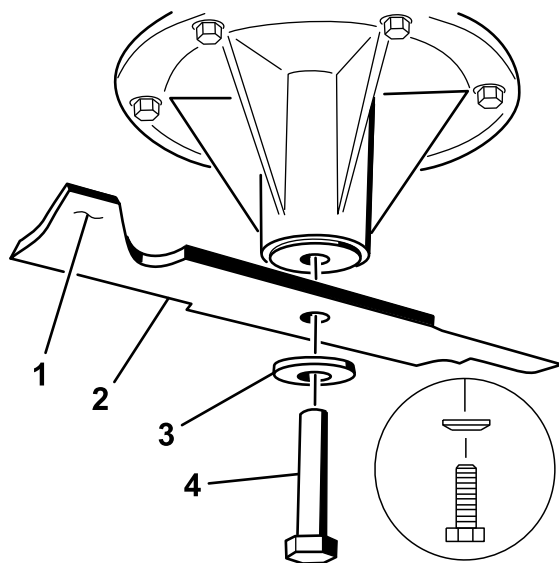

Figure 94
elle est équilibrée et peut être utilisée. Si la lame est déséquilibrée, limez un peu l'extrémité de la partie relevée seulement (Figure 94). Répétez la procédure jusqu'à ce que la lame soit équilibrée.
1. Placez la lame sur l'axe (Figure 94).
2. Installez la rondelle élastique et le boulon de la lame. Le cône de la rondelle élastique doit être dirigé vers la tête du boulon (Figure 94). Serrez les boulons des lames à un couple de 115 à 150 Nm.